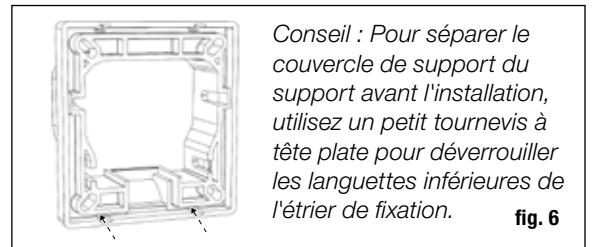

fig. 6
**Étape 8** Séparez les couvre-pattes des pattes (fig.6).